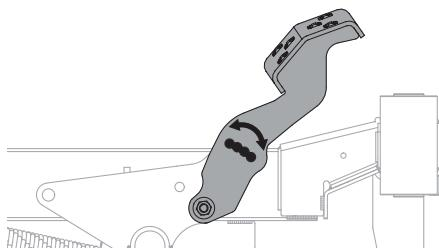

Figura 37
- Coloque el pedal en la posición óptima según la preferencia del operador (Figura 37).